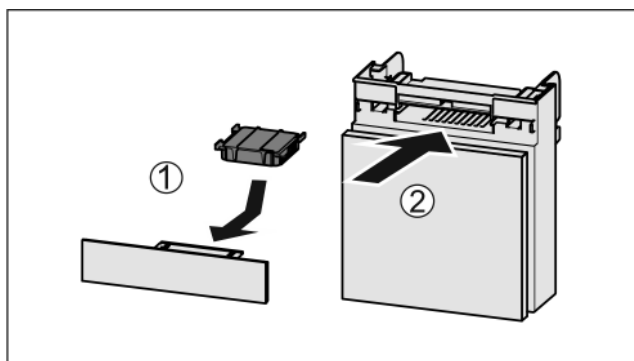

Fig. 112
- Установите фильтр с активированным углем, как показано на рисунке Fig. 112 (1).
- Вставьте отделение Fig. 112 (2).